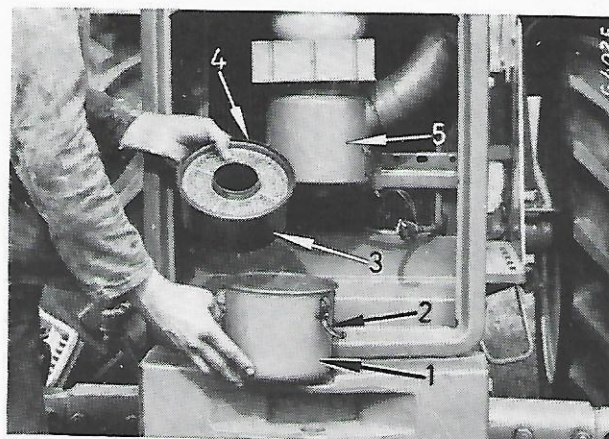
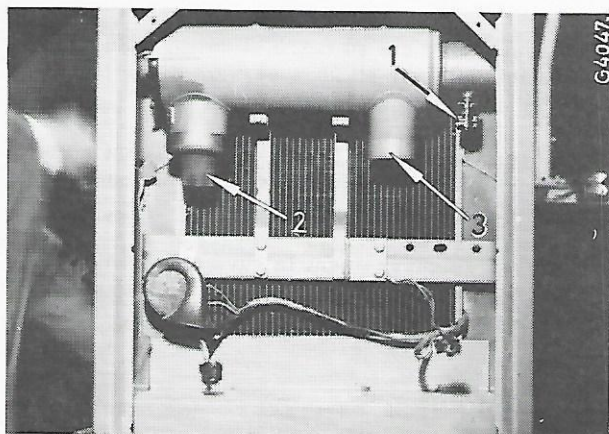

Fig. 49
Fig. 51
Le tracteur peut être équipé soit d'un filtre à air à bain d'huile (fig. 49), soit d'un filtre à air de type sec (fig. 51)
Assurez vous que le joint (4, fig. 49) est en bon état et bien placé de façon à assurer une bonne étanchéité.
L'air pénètre par le goulet d'admission du filtre et s'anime d'un mouvement tourbillonnaire en traversant les ailettes du goulot (3, fig. 51). La plus grande partie des saletés se sépare de l'air grâce à la force d'inertie créée par ce mouvement, et elle est éjectée dans le vide poussière (2). L'air pré-filtré traverse l'élément qui arrête les dernières impuretés.
L'indicateur d'entretien (1, fig. 51) fonctionne grâce à la basse pression créée du côté aspiration du moteur.
Le vide poussière (2, fig. 51) décharge automatiquement les saletés accumulées dans le corps du filtre à air.